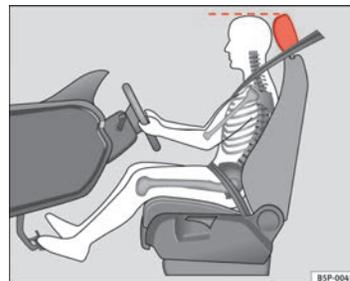

Fig. 2 Posição correcta do encosto de cabeça do condutor
- Regule o encosto de cabeça de modo a que o rebordo superior do mesmo fique alinhado com a parte superior da sua cabeça ⇒ Fig. 2.